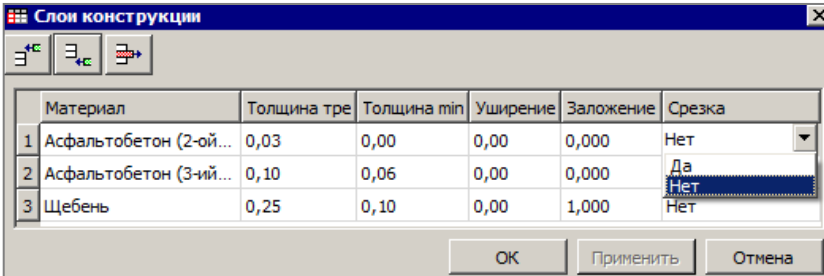

Рис. 19.17
(рис. 19.17)). Дополнительно проверяется условие: минимальная ширина участка должна быть не меньше удвоенного произведения минимальной толщины слоя на заложение откоса слоя.
- В строке **Слой выравнивания** задайте материалы и параметры выравнивающих слоёв (рис. 19.17).
Главным отличием при настройке параметров выравнивающих слоёв является значимость параметров **Толщина min** и **Срезка** – они влияют на отрисовку слоёв выравнивания на поперечнике (рис. 19.17).